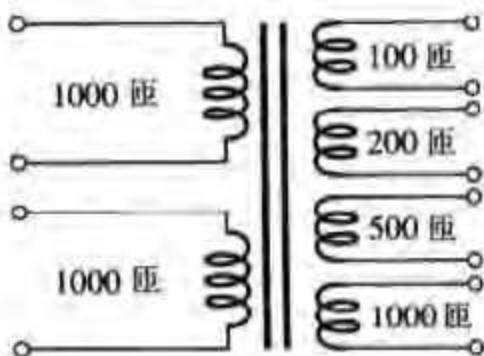

图 15.55
30. 图 15.55 中, 每个初级绕组都能承受 120 V 交流电压。如何连接初级绕组, 才能使变压器工作于 240 V 交流电压下? 求每个次级绕组的电压。